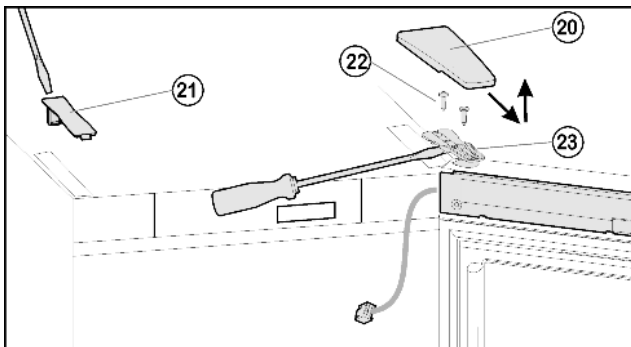
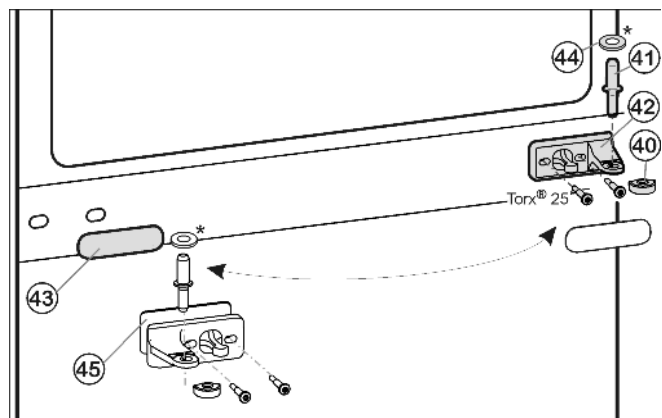
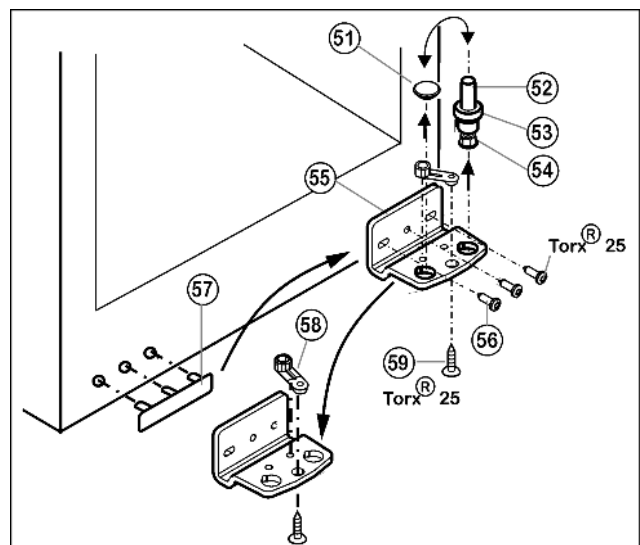

Fig. 6
Fig. 7
Fig. 8
- ▶ Крышку Fig. 6 (20) снимите движением вперед и вверх
- ▶ Снимите крышку Fig. 6 (21).
- ▶ Полностью выверните винты Fig. 6 (22).
- ▶ Снимите дверцу вместе с опорным кронштейном Fig. 6 (23) и кабелем вверх. Для снятия, возможно, понадобится осторожно подцепить опорный кронштейн снизу шлицевой отверткой.
- ▶ Вытащите из опорного кронштейна и нижней дверцы средний опорный палец Fig. 7 (41).
- ▶ Снимите пластмассовый колпачок Fig. 7 (40).
- ▶ Открутите средний опорный кронштейн Fig. 7 (42) (2 шт. Torx® 25).
- ▶ Осторожно снимите накладку Fig. 7 (43).
- ▶ Прикрутите средний опорный кронштейн Fig. 7 (42) с подкладкой Fig. 7 (45) с поворотом на 180° на новую сторону шарнира (с моментом 4 Нм).
- ▶ Защелкните накладку Fig. 7 (43), повернув на 180°, на стороне, где теперь будет ручка.
- ▶ Извлеките опорный винт *Fig. 8 (52)* в комплекте с шайбой *Fig. 8 (53)* и регулируемой опорой *Fig. 8 (54)*, вытягивая его вверх.
- ▶ Снимите пробку *Fig. 8 (51)*.
- ▶ Открутите *Fig. 8 (56)* опорный кронштейн *Fig. 8 (55)*.
- ▶ Открутите *Fig. 8 (59)* опорную деталь *Fig. 8 (58)* и, переставив в отверстие на противоположной стороне опорного кронштейна, снова прикрутите.
- ▶ Осторожно снимите и переставьте на противоположную сторону крышку со стороны ручки *Fig. 8 (57)*.
- ▶ Снова прикрутите опорный кронштейн *Fig. 8 (55)* на новой стороне шарнира (с моментом 4 Нм). При необходимости используйте аккумуляторный шуруповерт.
- ▶ Переставьте пробку *Fig. 8 (51)* в свободное отверстие.
- ▶ Вновь установите опорный винт *Fig. 8 (52)* в комплекте с шайбой и регулируемой опорой. При этом фиксатор должен быть направлен назад.
- ▶ Установите дверь сверху на опорный палец *Fig. 8 (52)*.
- ▶ Снова наденьте пластмассовый колпачок *Fig. 7 (40)* на средний опорный кронштейн *Fig. 7 (42)*.
- ▶ Вставьте средний опорный палец *Fig. 7 (41)* через средний опорный кронштейн *Fig. 7 (42)* в нижнюю дверцу.
- ▶ Установите верхнюю дверцу на средний опорный палец *Fig. 7 (41)*, закройте дверцу и установите верхний опорный кронштейн *Fig. 6 (23)* так, чтобы он защелкнулся в верхней стороне устройства.
- ▶ Закрутите опорный кронштейн *Fig. 6 (23)* (с усилием 4 Нм). При необходимости просверлите отверстия или используйте аккумуляторную отвертку.
- ▶ Защёлкните крышку *Fig. 6 (20)* и крышку *Fig. 6 (21)*.
- ▶ При необходимости выровняйте дверцы через два продольных паза в нижнем опорном кронштейне Fig. 8 (55) и среднем опорном кронштейне Fig. 7 (42) параллельно корпусу устройства. Для этого выкрутите средний винт на нижнем опорном кронштейне Fig. 8 (55).